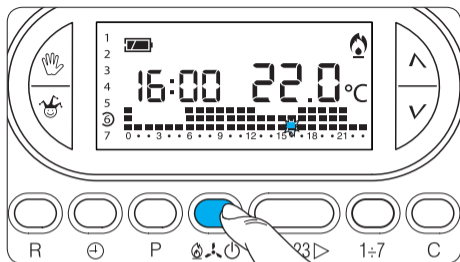

Fig. 32
8.3- Accertarsi che sia attivo il simbolo relativo al programma di riscaldamento , agendo eventualmente sul pulsante  (fig. 32).